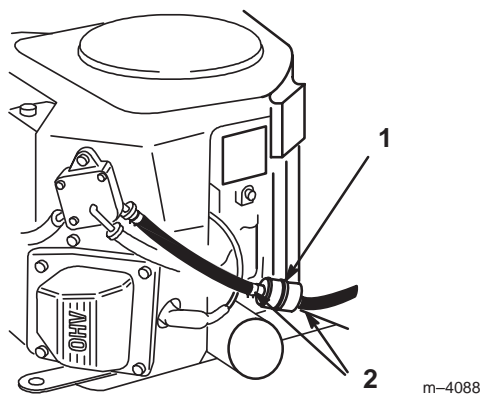

Figure 39
3. Pincez les extrémités des colliers et faites glisser ceux-ci pour les éloigner du filtre (Fig. 39).